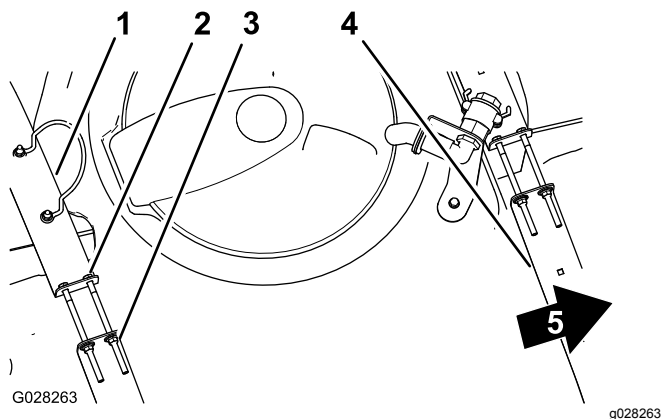

図 24
- タンクとタンク固定ベルトとの間に、たるみができていないか点検する 図 24。
3. ベルトにゆるみがある場合には、ベルトの上部にあるフランジロックナットとボルトを締めてベルトとタンクとが面一になるようにする図 24。